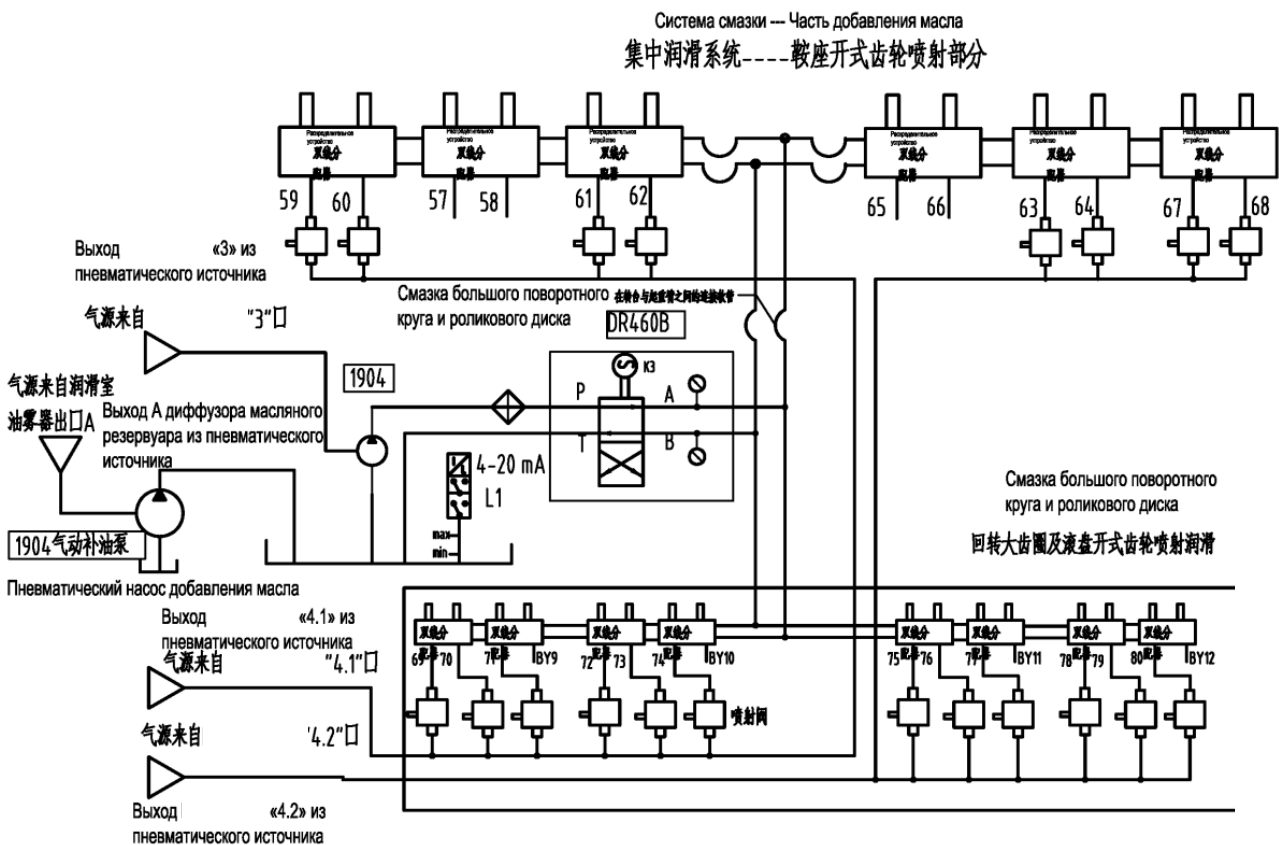

Рисунок 3. Схема централизованной смазки открытых зубчатых передач и рабочих поверхностей
5. Схема централизованной системы смазки (K1866.92.00) (в части консистентной смазки мазутом) дана на рис. 3